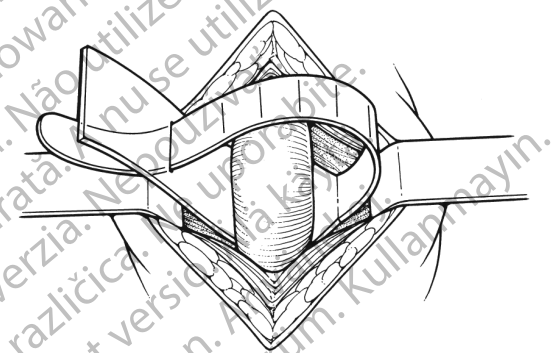

Abbildung 4-7. Umfang der Harnröhre messen
3. Manschetten-Messinstrument (oder Penrose-Drain) an der Stelle um die Harnröhre herum platzieren, wo die Manschette implantiert werden soll. Sie muss eng sitzen, darf die Harnröhre aber nicht einschränken (**Abbildung 4-7**).